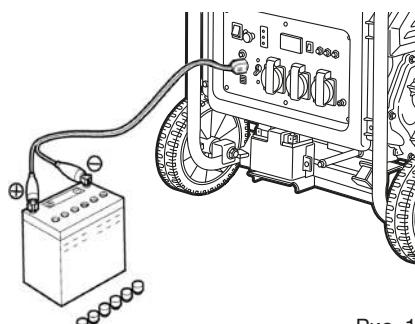

Рис. 1
- Запустите двигатель, произведите зарядку батареи, во время использования генератора для зарядки батареи не оставляйте его работу без присмотра (Рис. 1).